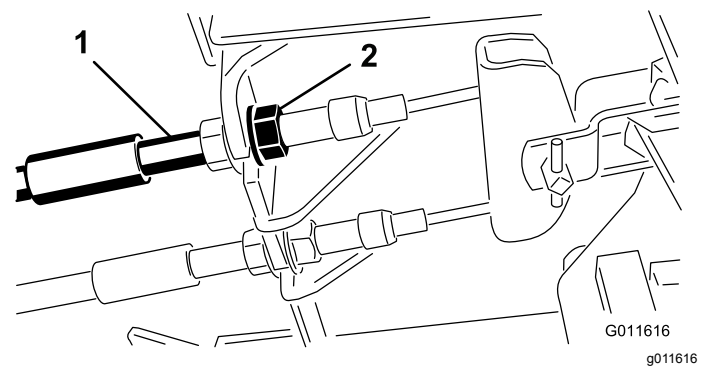

図 64
- 遊びを減らすブレーキを締めるには、ブレーキケーブルのねじ山の前ナットをゆるめ、後ろのナットを締める 図 64。